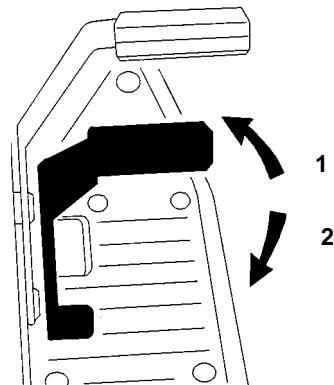
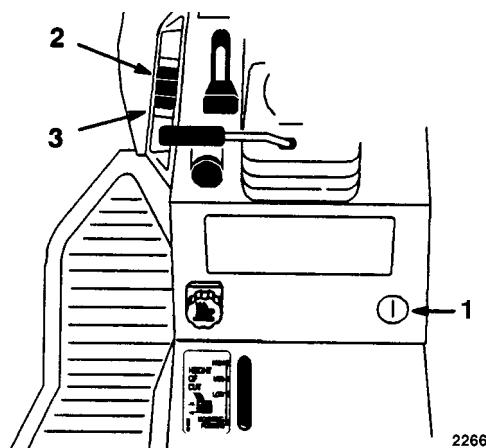

Fig. 10
Fig. 11
Se l'operatore è sicuro di potere lavorare in marcia indietro o di potere utilizzare l'accessorio con sicurezza, dopo avere innestato il comando della lama (presa di forza) disattivare il microinterruttore di sicurezza in retromarcia, girando il comando "scelta a chiave" (Fig. 10) situato davanti al posto di guida, in basso. Sulla plancia si accende una spia rossa (Fig. 11) che segnala l'avvenuta disattivazione dell'interruttore di sicurezza in retromarcia. Una volta disattivato, il microinterruttore rimane in tale stato (e la lama del tosaerba o l'accessorio gestito dalla presa di forza funzionano ogni volta che si fa marcia indietro); la spia sulla plancia rimane accesa finché non si disinnesta la lama (presa di forza) o si spegne il motore.
Per fare marcia avanti o indietro rilasciate il freno a mano: vedi *Azionamento del freno a mano*. Mettete il piede sul pedale di comando della trazione e premete lentamente sulla parte superiore del pedale per fare marcia avanti, oppure sulla parte inferiore per fare marcia indietro (Fig. 10). Più si preme il pedale di comando della trazione in una direzione o nell'altra, più veloce sarà il movimento della macchina in tale direzione.
Il sollevatore meccanico di attrezzi (optional su alcuni modelli) (Fig. 11), viene utilizzato per alzare ed abbassare gli attrezzi.
1. Girare la chiave in posizione di accensione (ON), o di marcia (RUN) (Fig. 11).
2. Abbassare l'interruttore per abbassare il sollevatore di attrezzi (Fig. 11).